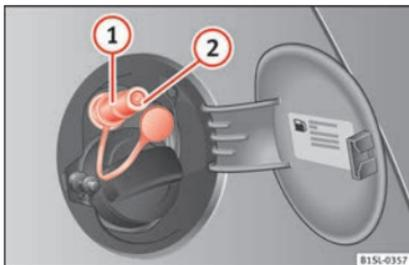

Fig. 167 Tampa do depósito aberta: bocal de enchimento de gás (1), retentor do bocal de enchimento (2).
- Destape o bocal de enchimento de gás » » » Fig. 167 \(1\).